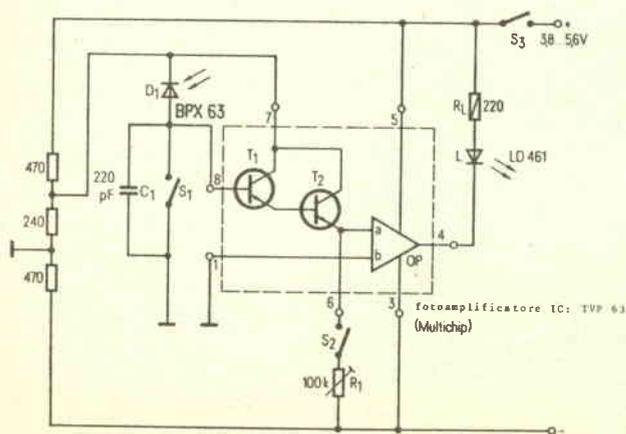

Fig. 2 - Circuito dell'esposimetro automatico con circuito integrato realizzabile con il nuovo dispositivo TPV 63.
L'esposimetro automatico, il cui circuito è illustrato nella fig. 2, opera nel modo seguente: il fotodiode BPX 63 (D1) si trova sempre sotto l'influsso luminoso ed inizialmente è cortocircuitato dal commutatore S1. Il dispositivo viene inserito tramite il commutatore S3 dell'alimentazione. In questo istante la tensione all'ingresso non invertitore *a* di OP è negativa: perciò, si ha passaggio di corrente nella resistenza di carico (RL). Dopo pochi millisecondi S1 si apre, mentre S2 rimane aperto durante tutto il processo di esposizione. C1 si carica per la corrente del fotodiode (D1) ed i due transistori (T1, T2) amplificano la corrente fotoelettrica.
va piú alta. Una successiva divisione binaria genera l'ottava superiore e le ottave piú basse. L'accordo dipende soltanto dalla stabilità del cristallo. Una determinata nota viene scelta ponendo a massa un dato punto del circuito, in modo da generare il valore opportuno di N, mentre l'ottava può venire selezionata mediante un normale commutatore od un selettore elettronico. I circuiti integrati 8281 sono prodotti dalla Signetics. Se si prendono diverse ottave insieme, sommandole con una rete resistiva, si ottiene in uscita un dente di sega lineare (*fig. 2*). Nei circuiti formatori di timbro, le onde quadre sono utili per l'imitazione dei clarinetti e di qualche altro strumento a canna, ma il dente di sega lineare, che contiene tutte le armoniche, è il piú adatto per la maggior parte degli altri strumenti. All'ascolto esso dà un suono simile a quello prodotto dagli strumenti ad arco, e, se opportunamente filtrato da un filtro passa-banda, produce un suono simile a quello dei corni.
*Fig. 2 - Le onde quadre che escono da un divisore contengono solo armoniche dispari. Si possono ottenere tutte le armoniche costruendo, come illustrato, un'onda che si avvicini ad un dente di sega lineare; in essa sono presenti tutte le armoniche, eccetto quelle di ordine 16, 32 e 48.*